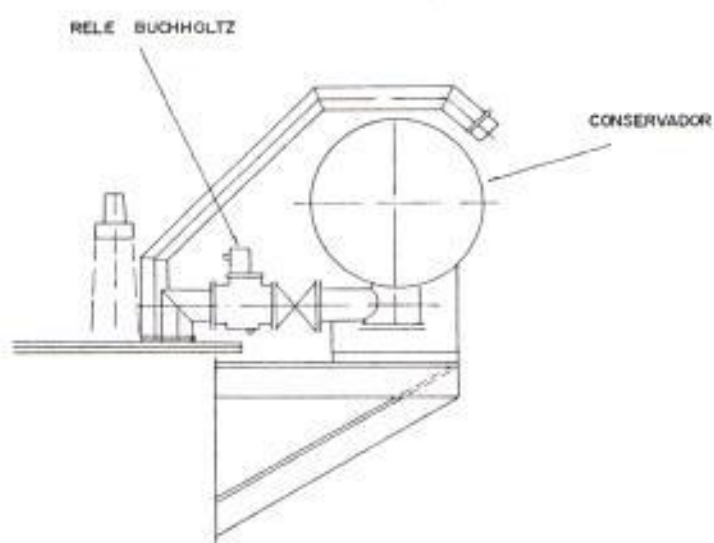

FIG. 8 UBICACION DEL RELE BUCHHOLTZ
a. El relé debe ubicarse en una posición por encima del tanque del transformador e inferior a la del conservador, tal como se muestra en la Fig. 8 y la conexión de aceite entre el transformador y el conservador, a través del relé Buchholz, debe ser exactamente horizontal o ligeramente inclinada con el extremo del conservador ligeramente más arriba que el otro extremo.